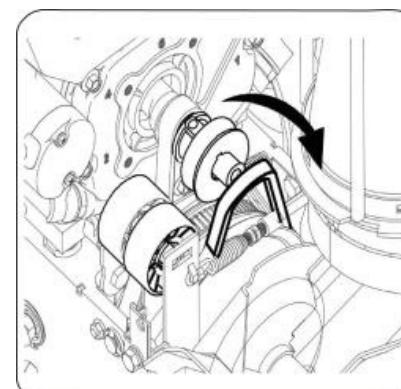

Рисунок 23
- Снять ремень шнека со шкива двигателя (см. рис. 23).